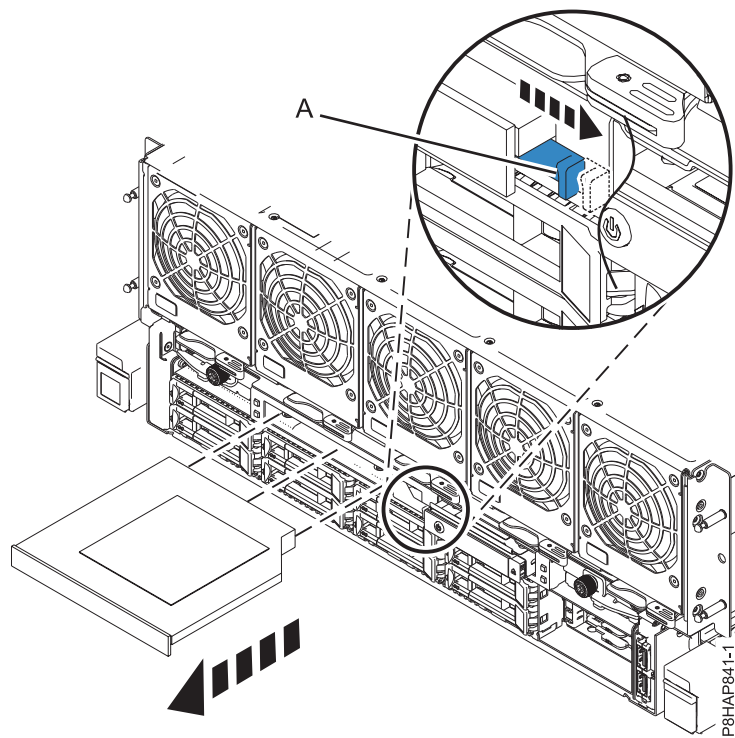

Figura 4. Extracción de la unidad de DVD
- a. Tire de la palanca de color azul (**A**) hacia la derecha, como se muestra en la Figura 4 en la página 7.